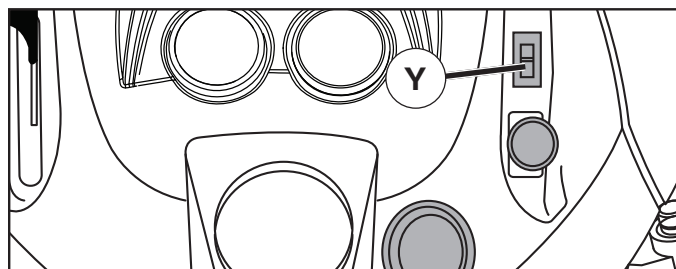

Fig. 13
CÓMO USAR EL CONTROL DEL CIERRE DIFERENCIAL (Y) (Ver la Fig. 13)